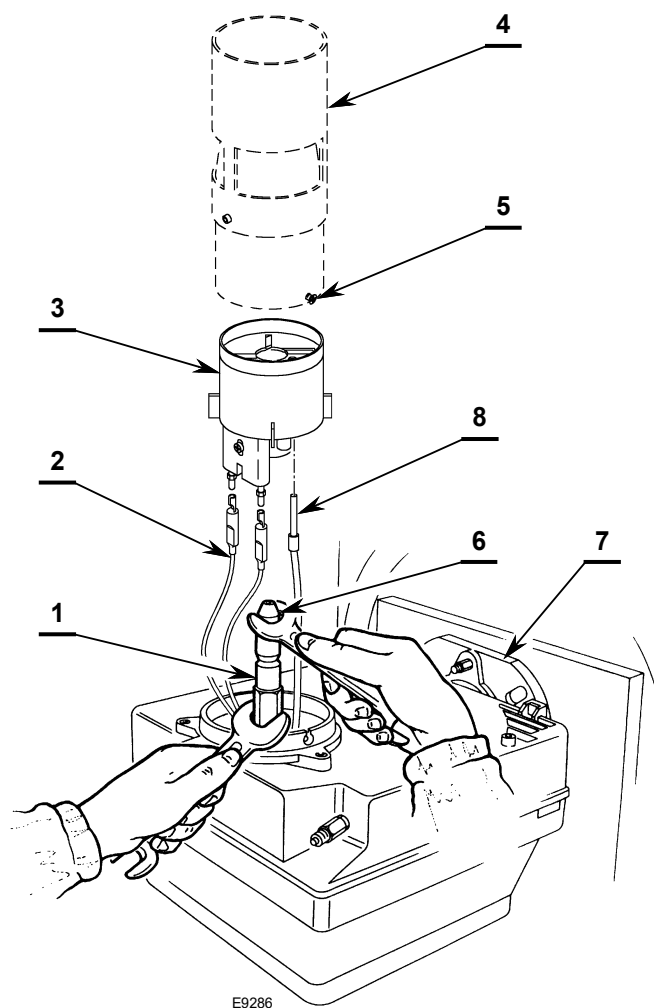

Abb. 14
2. Art (Abb. 14):
- Den Brenner am Flansch 7)(Abb. 14) einhaken, die Schrauben 5) lösen und dann den Düsenstock 4) herausnehmen.
- Die Schraube 4)(Abb. 14) lockern und den Stauscheibenhalter 3) aus dem Düsenstock 1) ziehen.
- Die Befestigungsschraube 4)(Abb. 14) komplett ausdrehen, um die Glasfaser 8) aus der Stauscheibenhalterung 3) herauszuziehen.
- Austauschen und die Düse 6) richtig eindrehen und festziehen wie in Abb. 14 gezeigt.